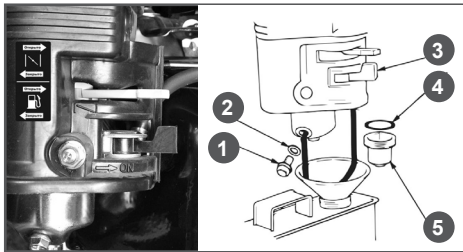

Рис.24 Обслуживание фильтра-отстойника карбюратора
1. Установите топливный рычаг в положение «ЗАКРЫТО» Рис. 24.